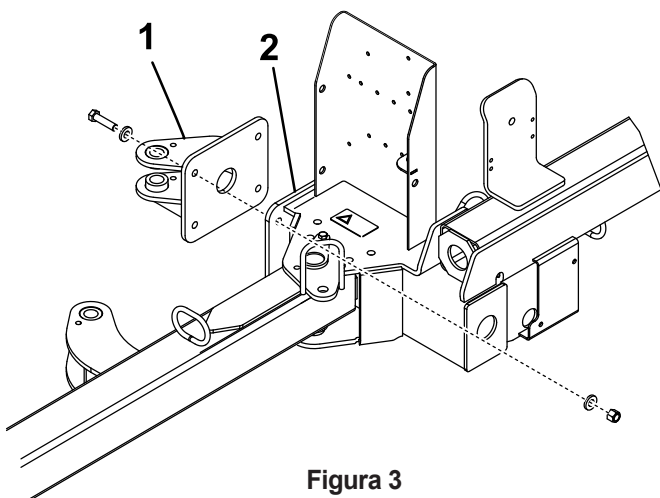

Figura 3
1. Monte a aba do atuador traseiro no chassi da máquina com 4 parafusos (1/2 x 2 pol.), 8 anilhas planas (0,531 x 0,063 pol.) e 4 contraporcas (1/2 pol.). Posicione os componentes conforme ilustrado na Figura 3.